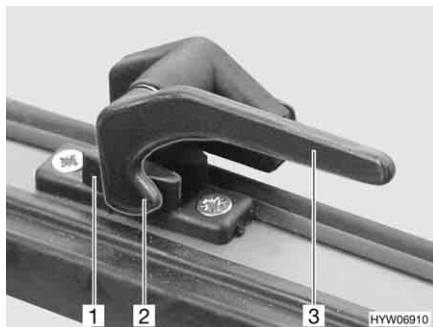

Bild 82 Låsarm i läget "stängd"
**Öppna:** ■ Vrid alla låsarmar (Bild 82,3) ett kvarts varv mot luckans mitt.
■ Vrid alla låsarmar (Bild 82,3) ett kvarts varv mot ramen. Låsspaken (Bild 82,2) sitter på insidan av lucklåset (Bild 82,1).
- I läget "helt stängt" (Bild 82)